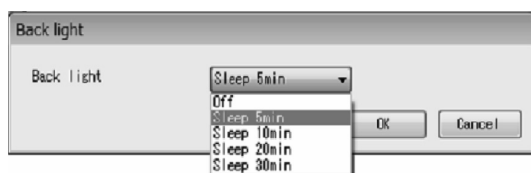

図89
- ③ 図89のように、「Back light」の右側の矢印をクリックしてドロップダウンリストの中から設定する時間を選択して下さい。